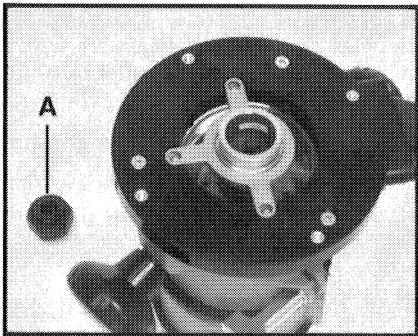

Fig. 4
2. Posicione el conjunto de guía de plantilla y accesorio de inserción en las tres depresiones que se encuentran en la parte inferior de la base de aspiración (ver la Fig. 4) y fíjelo con tres tornillos No. 4-40 x 1/4" del paquete de tornillería.
En los modelos de fresadora equipados con una tuerca de retención del portaherramientas grande (A), Fig. 4, el ajuste de profundidad de la fresadora puede graduarse para poner el chaflán de la tuerca de retención del portaherramientas en contacto con el chaflán de la tuerca de retención de la guía de plantilla. Esto proporcionará una alineación precisa de la guía con el portaherramientas.
En los modelos de fresadora que NO están equipados con una tuerca de retención del portaherramientas grande (A), Fig. 4, la alineación debe realizarse visualmente.